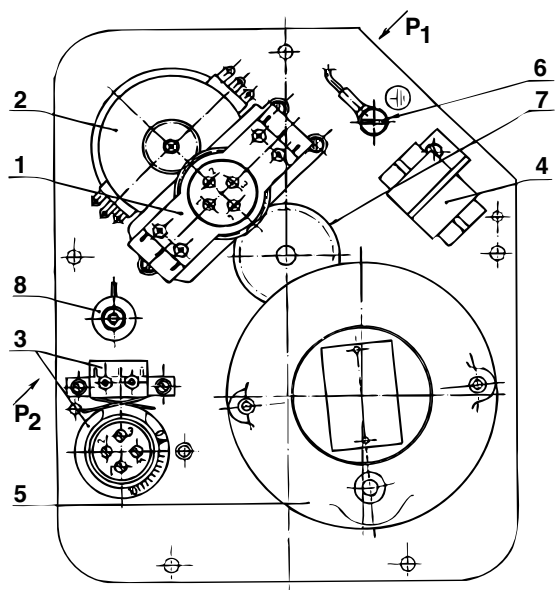

Рис. 1 – Основная плата (т.н.. 52 325)
- части управления, которая одинакова для всех электроприводов МОДАСТ МОК 125 - МОК 1000 т. № 52 326 - 52 329 (рис. 2). Отдельные типы отличаются только поворотом блоков на основной плате. У электроприводов МОДАСТ МОК 63 т. № 52 325 блок выключателей положения и сигнализации расположен в соот-ветствии с рис. 1. Часть управления состоит из блока положения 1, омического датчика положения 2, моментного блока 3, клеммника 4 и отопительного элемента 8. Блок положения оснащен четырьмя микровыключателями, всегда по два выключателя для каждого направления вращения выходного вала. Точка срабатывания каждого микровыключателя устанавливается индивидуально в пределах рабочего хода электропривода.
Отопительный элемент -8- (рис.1 и 2) препятствует конденсации водяных паров под кожухом части управления. Блок положения и датчик положения приводятся в движение от выходного вала электропривода с помощью приводного колеса (в случае т.н. 52 326, 52 327 приводного сегмента) 7. Моментный блок приводится в движение „плавающим червяком" ручного управления, причем смещение червяка прямо пропорционально крутящему моменту выходного вала электропривода.
Конечные выключатели положения PO, PZ используются для отключения электроприводов при достижении выходным валом электропривода положения, на который настроены. Сигнализационные выключатели SO, SZ используются для сигнализации положения выходного вала электропривода. Настройка выключателей положения проводится так, что сначала настроим выходной вал в положение, при котором должен отключать настраиваемый выключатель. Потом ослабим соответствующим разъединяющим винтом кулачок микровыключателя. Ослабление осуществляется поворотом разъединяющего винта против часовой стрелки. Разъединяющий винт поворачиваем только столько раз, чтобы ослабить кулачок. Следующим поворотом разъединяющего винта кулачок бы снова притянулся. Номера соответствующих разъединяющих винтов находятся на ручке блока положения 1 (Рис. 1) и совпадает с обозначением на валу кулачков.